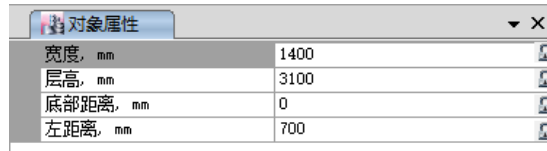

图 4-15 对象属性对话框
- 3) 在弹出的对话框中分别输入图 4-15 所示的数据，并点击右侧的图标将数据变为锁定状态。